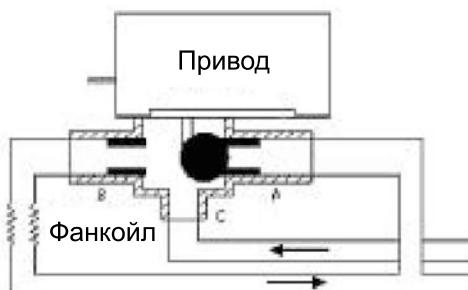
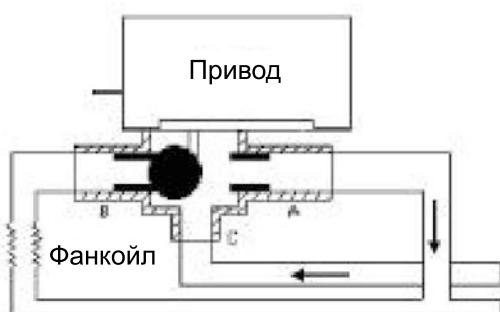

Рис.1
Рис.2
Трехходовые моторизованные клапаны серии HR-G3 используются для регулировки охлаждения/нагрева воды, проходящей через фанкойл. Когда термостат посыпает контрольный сигнал на вентиль с электроприводом, клапан открывается, чтобы позволить потоку воды пройти от точки C к В (Рис. 1), а когда сигнал пропадает, клапан, с помощью своей пружины, возвращается в исходное положение, чтобы изменить направление потока воды от точки С в А(Рис. 2).
- Пожалуйста, см. Рисунок 1, где обозначены габариты и размеры устройства, и Рисунок 2 для определения минимального расстояния между устройством и преградой.